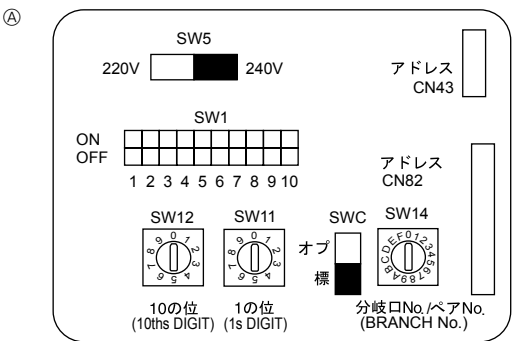

图 4-4
① MA 遥控器
② M-NET 遥控器
- ① 室内机组传输电缆接线端子
- ② 室外机组传输电缆接线端子
- ③ 遥控器
4.5. 设定存储位置 (图 4-4)
4.6. 用遥控器上的内置传感器检测室温 (图 4-4)